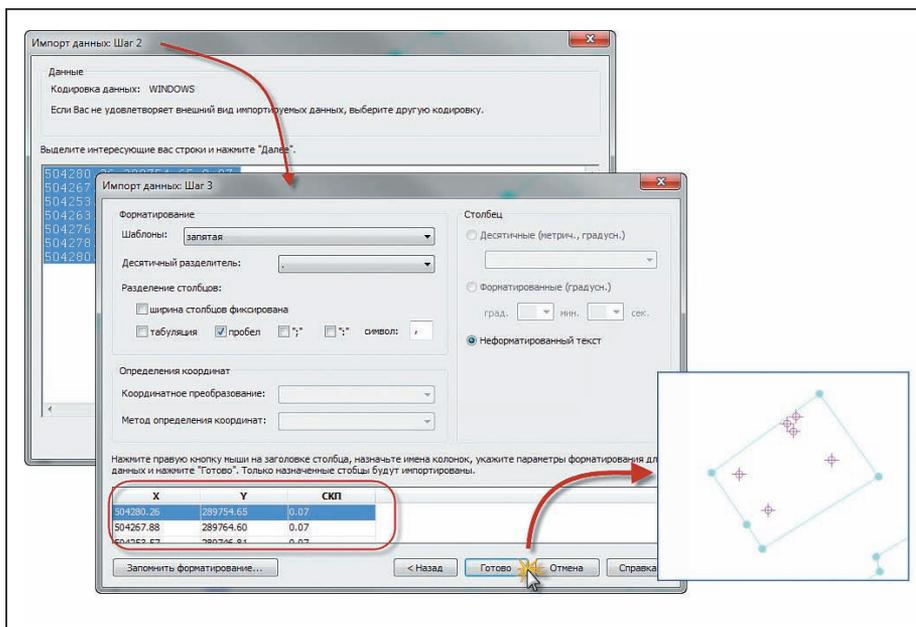

Рис. 3. Импорт прямоугольных координат здания
2. Создавать координаты здания и корректировать атрибуты программа может несколькими способами. Мы выберем импорт геодезических данных из текстовых форматов. Из меню *Геодезия* запускаем импорт прямоугольных координат из текстового файла. Эта команда является универсальной для импорта геодезических данных из любых файлов текстовых форматов (CSV, TOP, GPS / ГЛОНАСС и т.п.), что требует нескольких шагов для определения параметров форматирования данных пользователем в процессе выполнения команды (рис. 3).